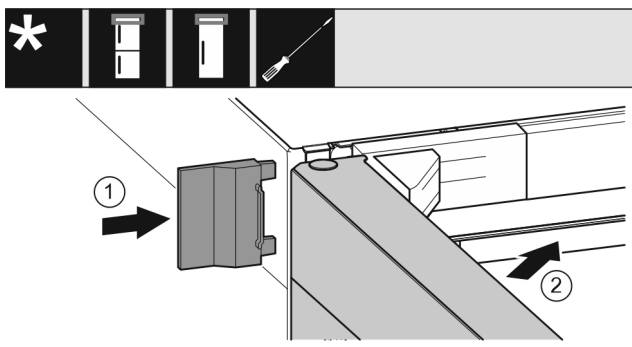

Fig. 60
- ▶ Надвиньте внешнюю крышку Fig. 60 (1).
- ▶ Закройте верхнюю дверь Fig. 60 (2).